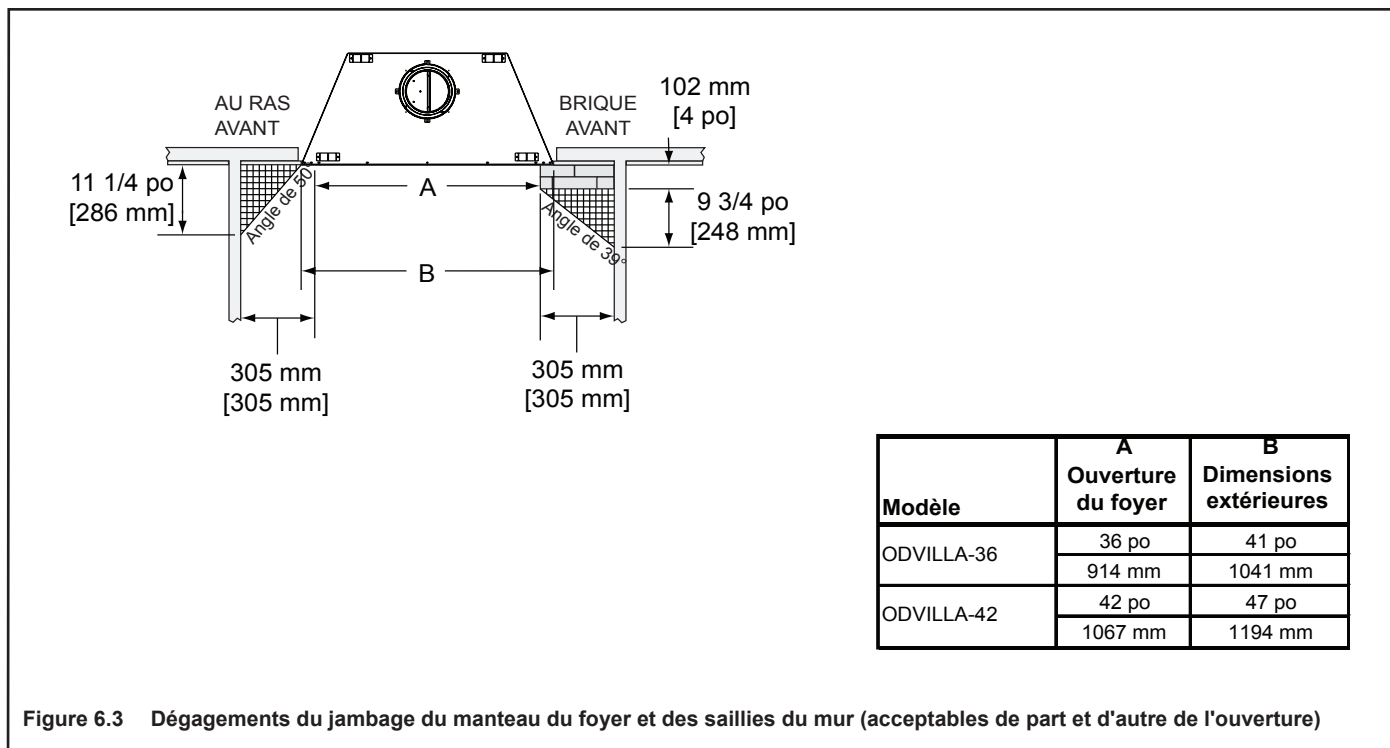

Figure 6.3 Dégagements du jambage du manteau du foyer et des saillies du mur (acceptables de part et d'autre de l'ouverture)
- Les pieds du manteau, encadrements et les murs d'embase non combustibles peuvent être construits dans la zone quadrillée, figure 6.3.